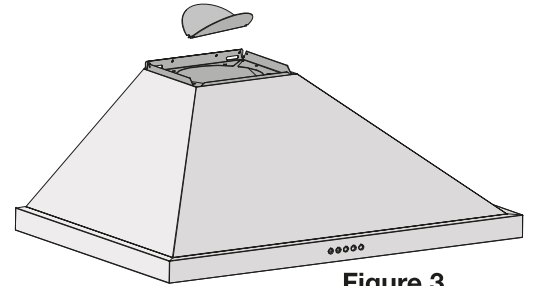

Figure 3
- Si le système de ventilation est équipé avec un conduit externe de diamètre différent, appliquez un accord de réduction. Toutefois, pour une performance maximum et de sécurité, un conduit rond de 6 pouces est recommandé (voir figure 3).